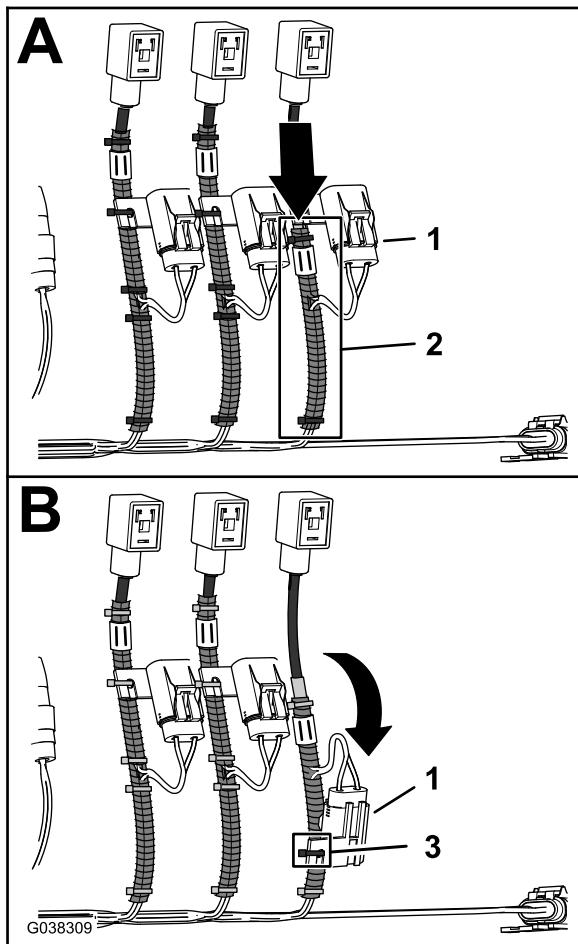

图31
3. 如图31中所示将螺旋管道朝向线束的主支管。
4. 如图31所示将直列保险丝盒与螺旋管道对齐然后用扎带将保险丝盒固定到螺旋管道上。